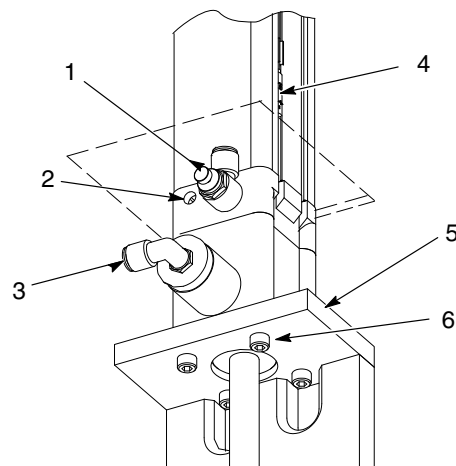

Abb. 8-7 Zylinder-Durchflussregelventil und Anschlagpuffer einstellen (Stangenende)
5. Siehe Abb. 8-7. Die Luftschläuche von den Durchflussregelventilen Auf und Ab (1) oben und unten am Zylinder abnehmen.
6. Den Luftschlauch von der Zylinderverriegelung (3) abnehmen.
7. Die Näherungsschalter (4) und Halterungen von den Zylinderlanglösern abnehmen.
8. Eine Person muss den Zylinder halten, während eine andere die vier Innensechskantschrauben (6) unten von der Zylindermontageplatte (5) abnimmt.
10. Siehe Abb. 8-7. Die Lanzenbaugruppe heben und senken und die Durchflussregelventil auf 6 Sekunden für den vollen Weg in jede Richtung einstellen.